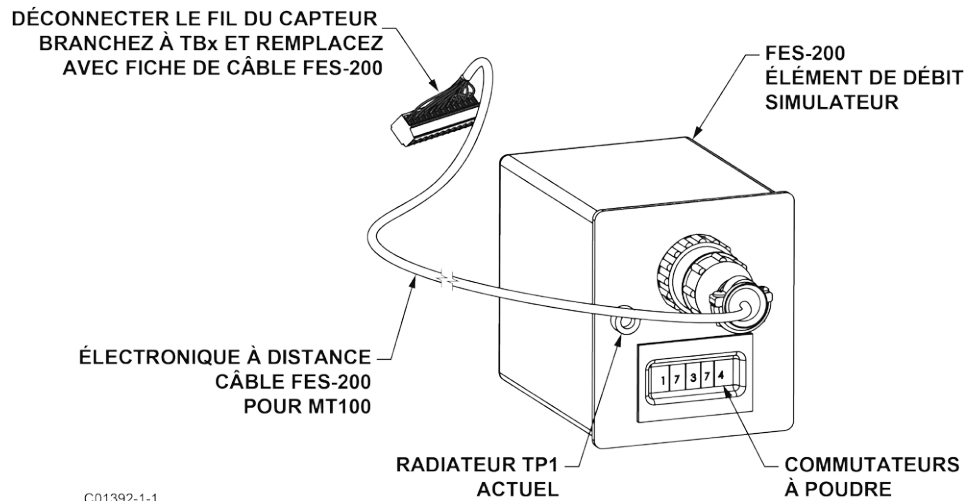
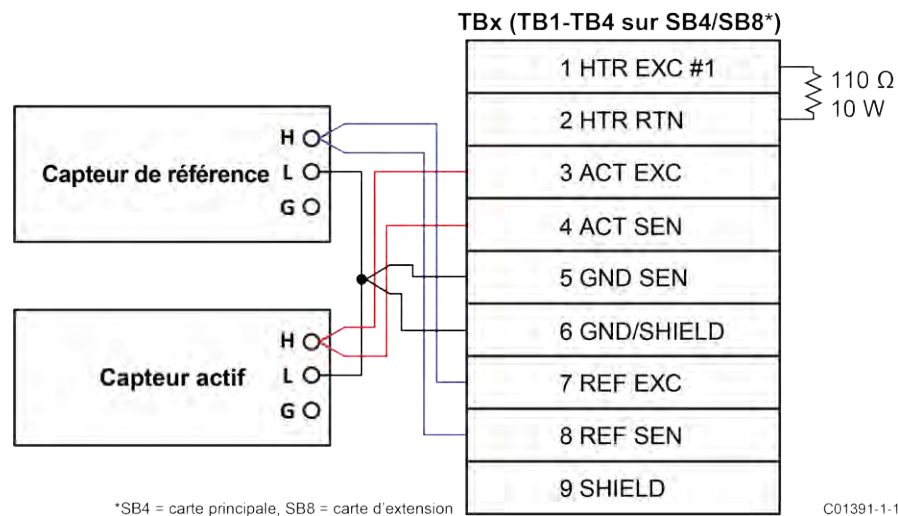

Figure 61 – Connexion du FES-200 au transmetteur MT100
Figure 62 – Câblage de la boîte à décades MT100
- Débrancher un capteur d'élément de débit du transmetteur MT100 (TBx) et connecter le connecteur de câble FES-200 à la place. Voir la Figure 61. Des boîtes à décades de précision peuvent être utilisées à la place du FES-200. Voir la Figure 62 pour le câblage de la boîte à décades.